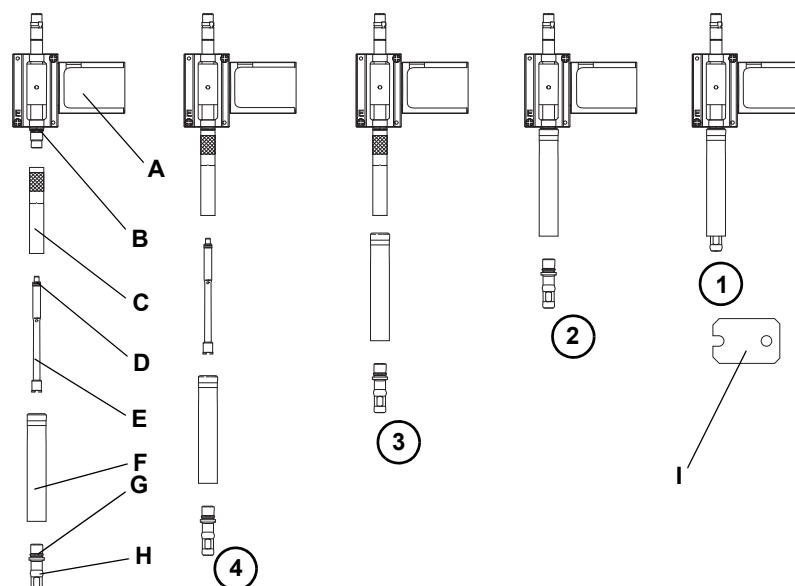

Fig. 7-11 Rimozione/installazione del meccanismo di presa dei puntali monouso del braccio di pipettaggio a spostamento d'aria
- 2 Tenere il tubo di espulsione del puntale e l'adattatore del puntale mentre si svita il cono del puntale monouso, utilizzando la chiave per coni dei puntali monouso in dotazione (fase (1) e (2) alla Fig. 7-11, Fig. 7-40).
- 4 Rimuovere il tubo di espulsione del puntale (fase (3) alla Fig. 7-11, Fig. 7-40).
- 5 Svitare e rimuovere il cilindro adattatore e il tubo dell'aria (fase (4) alla Fig. 7-11, Fig. 7-40).